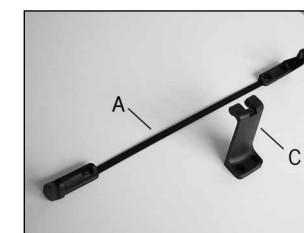

Abb. 3
3. Seleccione el tipo de soporte de motor y enganche la cadena correctos (fig. 3).
6. Monte los dos soportes con el distanciador (fig. 3) y fíjelos al marco con tornillos adecuados. Asegúrese de que están correctamente posicionados. Sirviendo solo como ayuda de posicionamiento, el distanciador se puede quitar después si se desea.
7. Sujetar el enganche de la cadena abatible (C) a la hoja con tornillos adecuados.